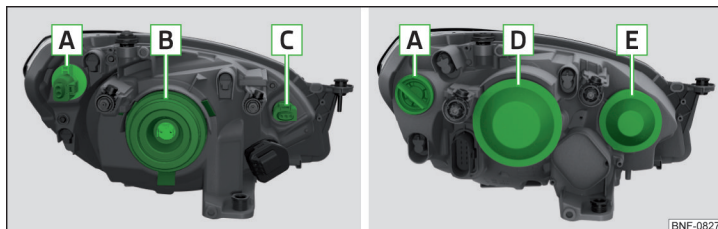

Fig. 171 Faros: Variante 1 / Variante 2
Orden de bombillas » fig. 171
- » Girar el portalámparas con la bombilla **C** » fig. 171 de la pág. 147 hasta el tope en dirección de la flecha **1** » fig. 173.
- Retirar la tapa protectora **D** y/o **E** » fig. 171 de la pág. 147.
- Colocar la tapa protectora **D** y/o **E** » fig. 171 de la pág. 147.